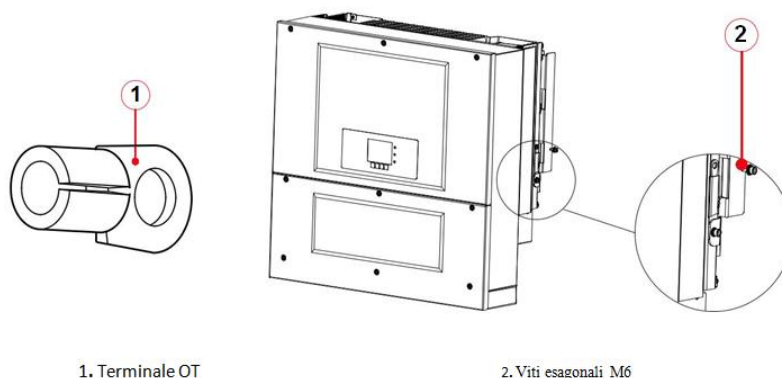

Figura 18 - Collegamento del terminale di terra
- 1) Rimuovere una lunghezza adeguata dello strato di isolante esterno usando uno spella cavi, come mostrato nella Figura 18.